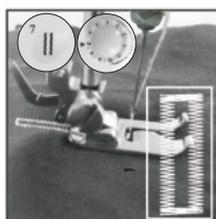

Fig.21
- (6) Elija el patrón de puntada nº 7, encienda el interruptor y cosa hasta que el ojal esté completamente cosido (fig. 21).